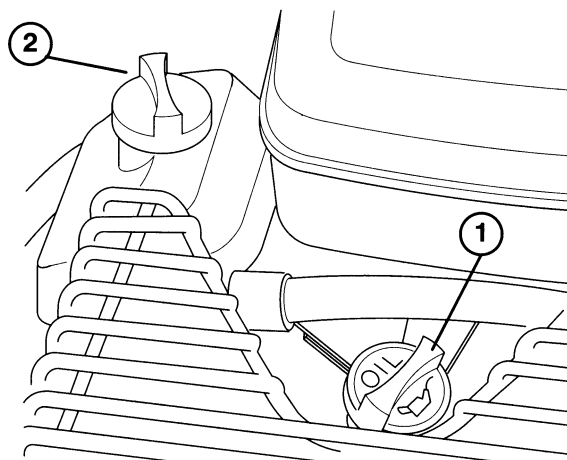

Fig. 2
7. Fastgør batteriet med batteriboltene, bøjlen, skiverne og fløjmotrikkerne (fig. 2).
2. Tag målepinden ud, og tør den af med en ren klud. Stik målepinden helt ned i målepindsrøret. Sørg for, at den er helt nede. Træk så målepinden op, og kontrollér oliestanden (fig. 2). Hvis oliestanden er lav, skal der fyldes nok olie på, indtil olien står op til FULL mærket på målepinden.
1. Fjern dækslet fra benzintanken (fig. 2). Fyld tanken, der rummer 17 liter, til ca. 2,5 cm fra tankens top med blyfri benzin. Stram benzintankens dæksel godt igen.